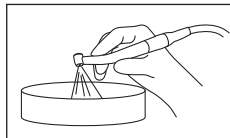

Fig. 10
- 4) Faites fonctionner la pièce à main du côté fauteuil pendant au moins 20 secondes afin de purger tout liquide présent dans la pièce à main (Fig. 10).